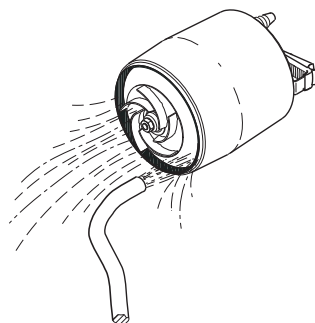

Fig. 12 Cum să spălați pompa
4. Curățați și spălați interiorul pompei pentru a scoate eventualele impurități dintre motor și manșonul pompei. Curățați rotorul. Vezi fig. 12.